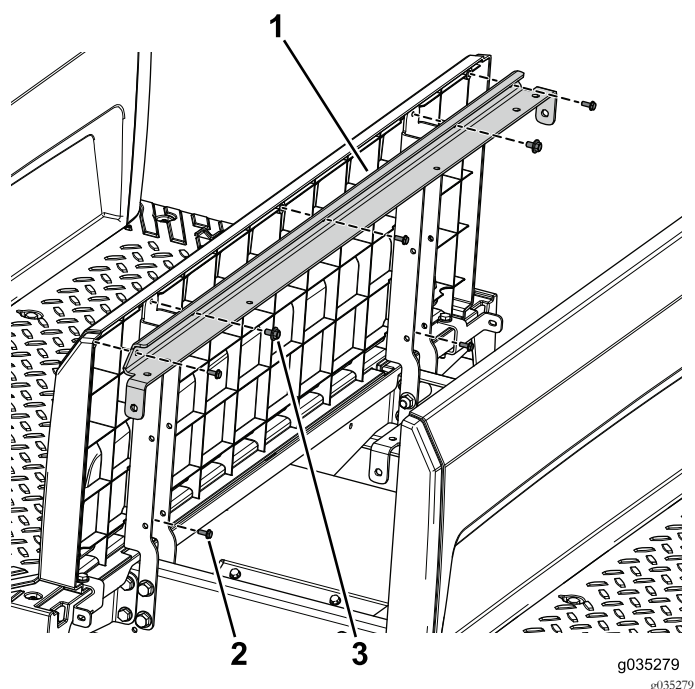

Figura 94
3. Utilize os dois conjuntos de parafuso com anilha (1/4 x 1/2 pol.) para prender o suporte angulado e o painel da base do banco aos suportes do banco esquerdo e direito (Figura 94).
4. Utilize os cinco parafusos (N.º 10 x 1/2 pol.) para prender o painel traseiro ao suporte angulado e aos suportes do banco (Figura 94).